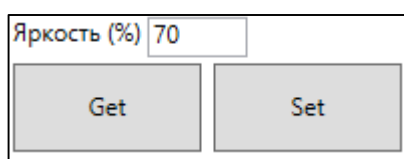

Рисунок 13. Установка яркости с помощью команды
- Регулировка командой (для изменения яркости необходимо отправлять команды контроллеру подсветки (рисунок 13)). Яркость подсветки регулируется от 0 до 100 процентов. Кнопки «Get» и «Set» - считывают и задают новые значения яркости.